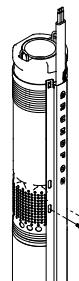

Рис. 10
3. Приверните защитную планку к входному фильтру двумя винтами, входящими в комплект поставки, смотри рис. 10.